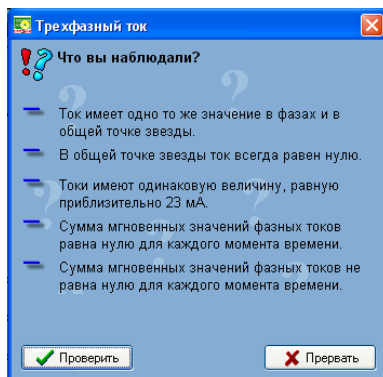

Рис. 14. Вопрос по эксперименту 2
16. Из предложенных ответов выбрать верные, ответив на вопрос по эксперименту (рис. 14).